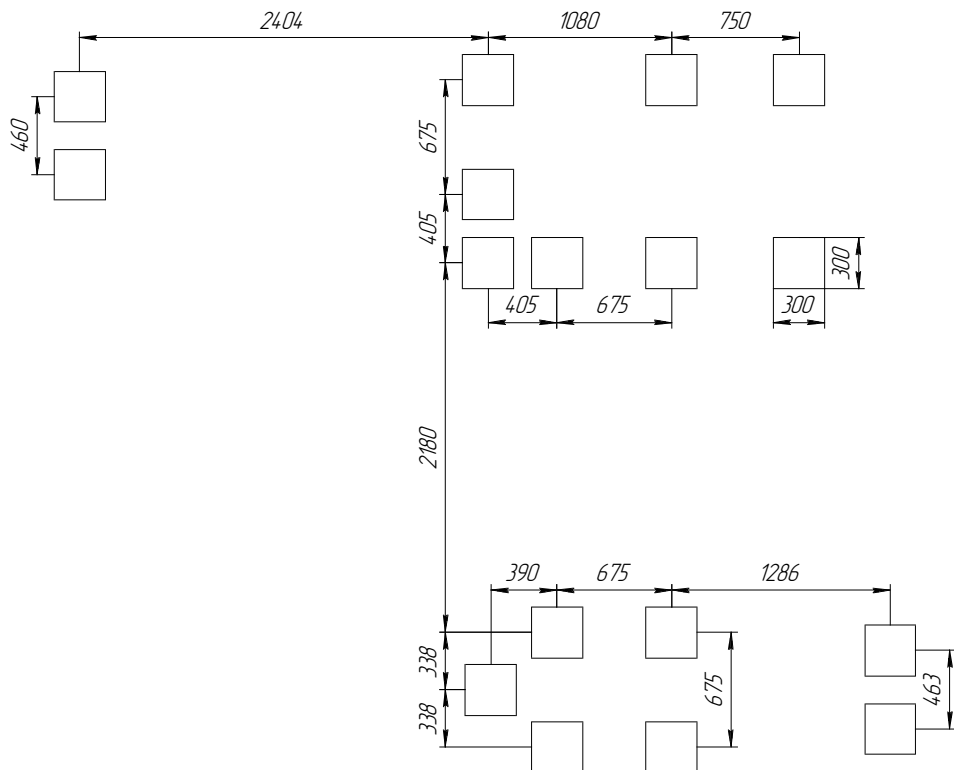

Рис.1. Схема бетонирования.
1. Подготовить фундаментные ямы 300х300 для установки и бетонирования стоек согласно рис. 1. Глубина фундаментных ям - 50см. По мере монтажа устанавливайте изделие в монтажные ямы.